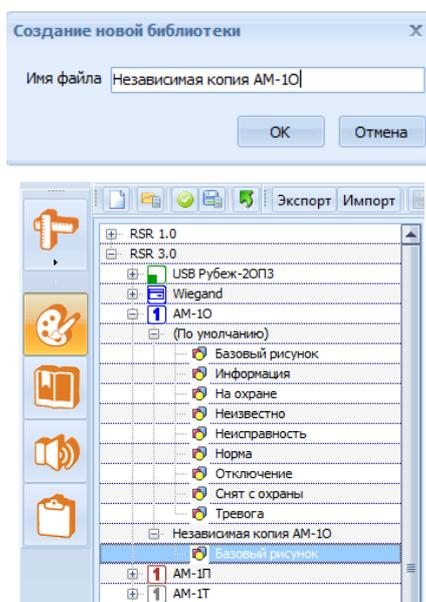

Рисунок 14.5 В списке устройств добавлена независимая копия AM-10
- **Создать независимую копию устройства**, позволяет добавить в список пустую копию данного устройства, в которую можно включить новые состояния (Рисунок 14.5).